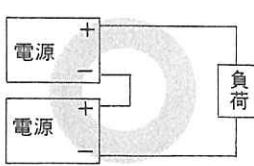

図1
- 2台以上の電源を直列運転（図1）される場合は定格以上の電流が流れないよう注意して行なってください。